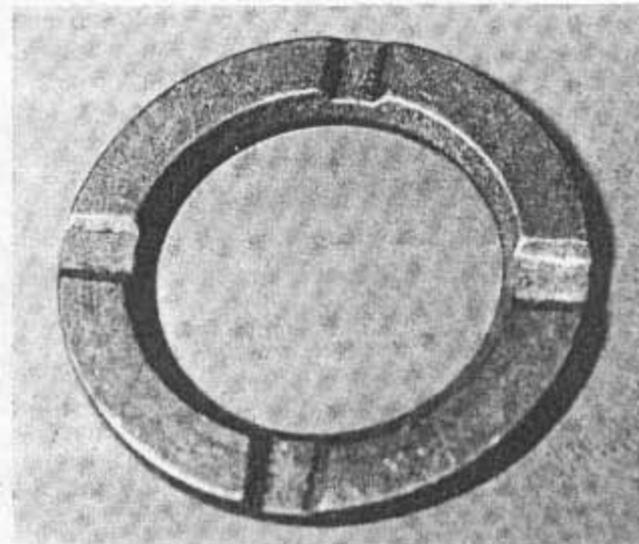

Bild 129
- Die Anlaufscheibe des Lagers für das Zahnrad der Anlasserfreilaufkupplung wird auf den linken Kurbelwellenstumpf geschoben, so dass die Stirnfläche mit dem angefasten Innendurchmesser gegen das Hauptlager zeigt (Bild 129). Das doppelt ausgeführte Nadellager wird gut eingeölt und zusammen mit dem Zahnrad der Freilaufkupplung auf den Wellenstumpf gesetzt (Bilder 128 und 130).